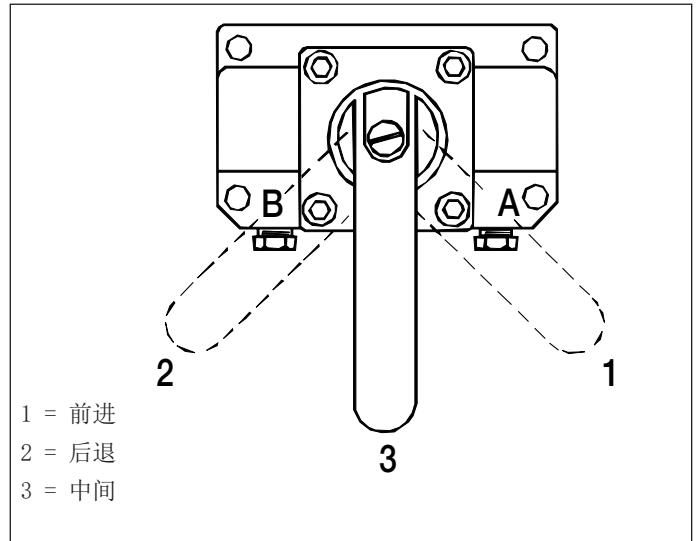
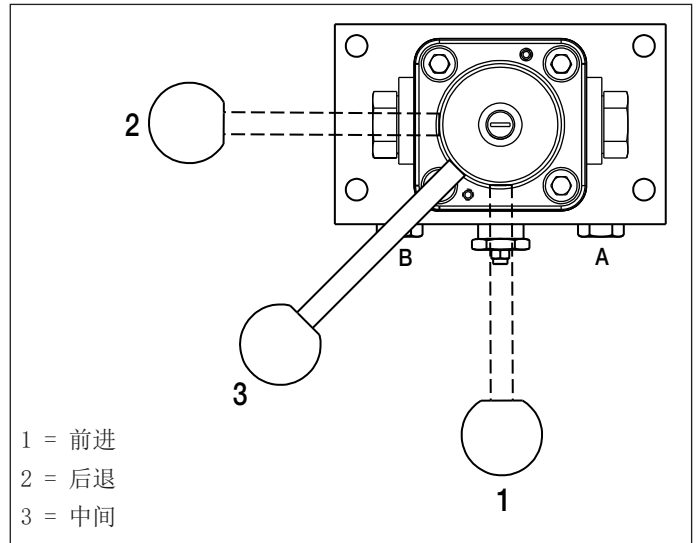

图 11, 阀柄位置, VM33、VM33L、VM43、VM43L
图 12, 阀柄位置, VM33M、VM43M
- 将控制阀柄旋转到中间（“3”）位置。关于 VM33 和 VM43 的阀位置，请参阅图 11。关于 VM33M 和 VM43M 的阀位置，请参阅图 12。
- 将控制阀柄旋转到中间（“3”）位置。关于阀位置，请参阅图 11。